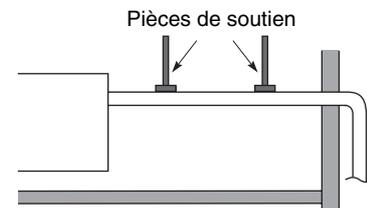

Fig. 3-93
- Ne soumettez pas la liaison des condensats à des efforts du côté de l'unité. Le tube ne doit pas pendre dans le vide, mais être accroché à l'unité en son point de raccordement. Fixez le tube à un mur, à un cadre ou à tout autre support aussi près que possible de l'unité. (Fig. 3-93)